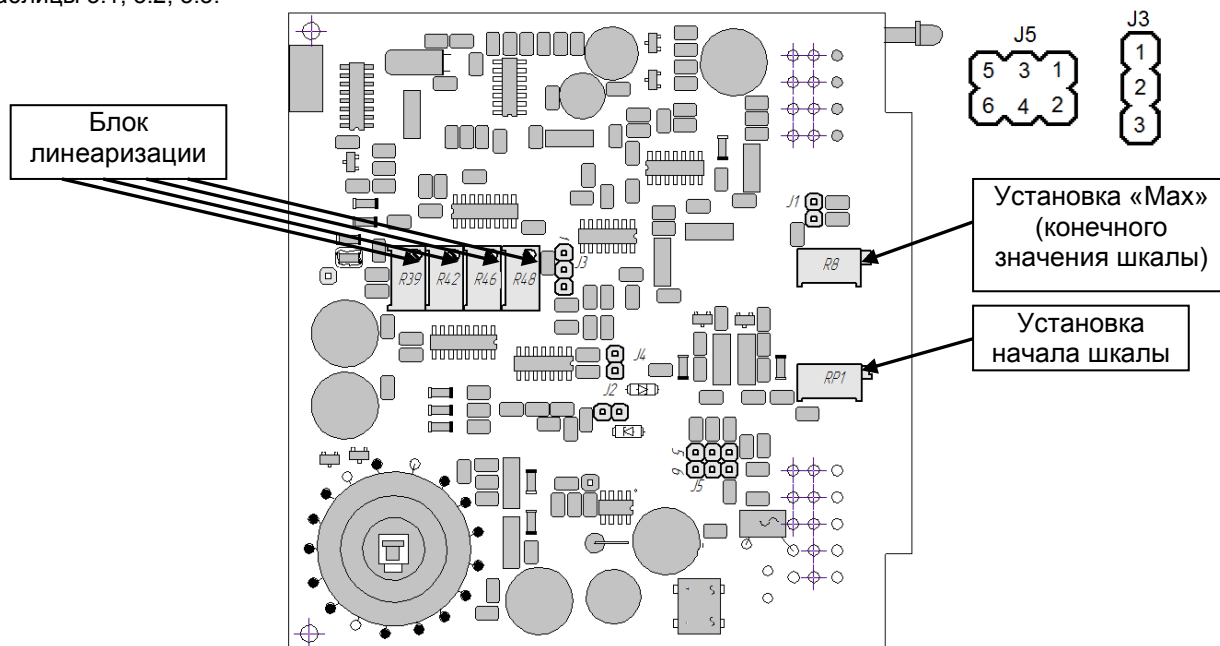

Рисунок 3.2 – Схема расположения органов регулирования и элементов перестройки БПВИ-1
3.2.4 Для изменения настроек БПВИ-1 на другие входные/выходные сигналы используйте рисунок 3.2 и таблицы 3.1, 3.2, 3.3.